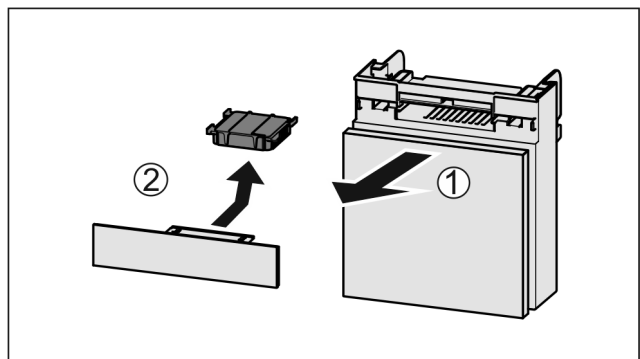

Fig. 72
- Lade vanaf de voorkant eruit trekken Fig. 72 (1).
- Actiefkoolfilter verwijderen Fig. 72 (2).